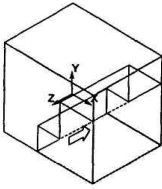

Рис. 108
16. В появившемся диалоговом окне Параметры для выреза задайте параметр глубины выреза Через все (см. рис.108). Получим вырез детали (см. рис. 109).